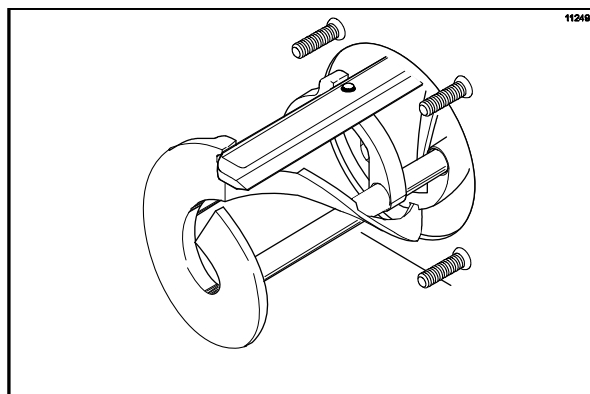

Рисунок 131
4. Удерживая задний нож на битере просуньте его в морозильный цилиндр на половину длины. Установите передний соскребающий нож на передний удерживающий штифт. (См. рис. 131)